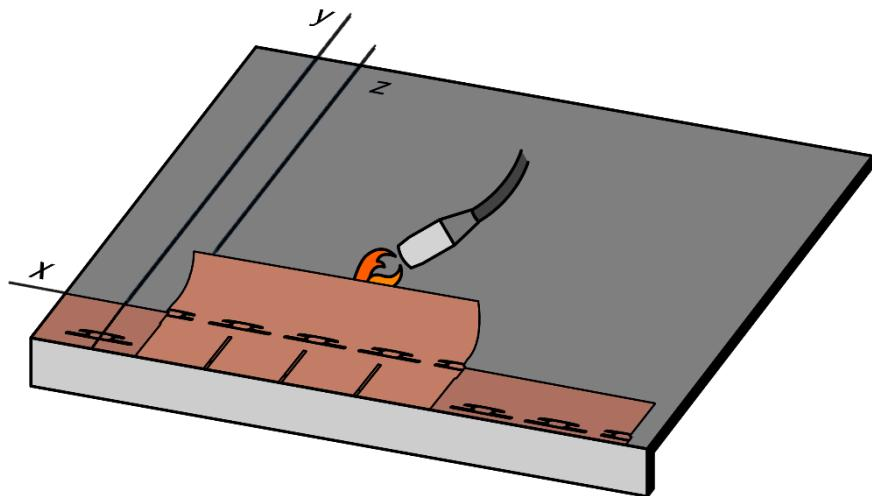

Fig. 17 – Installazione prima fila di tegole a fiamma
- Procedere con la posa della prima fila di tegole: allineare il bordo laterale della prima tegola sulla verticale **z** e il bordo superiore sull'orizzontale distante 14,5 cm da **x** - vedi Fig. 17. Fissare la tegola alla membrana usando la fiamma del cannetto e sollevando la parte superiore della tegola con apposito strumento, Fig. 17. Le pastiglie autoadesive fisseranno le faldine delle tegole della prima fila alle tegole sottostanti della fila di partenza. Procedere con la posa di tutte le tegole della fila.